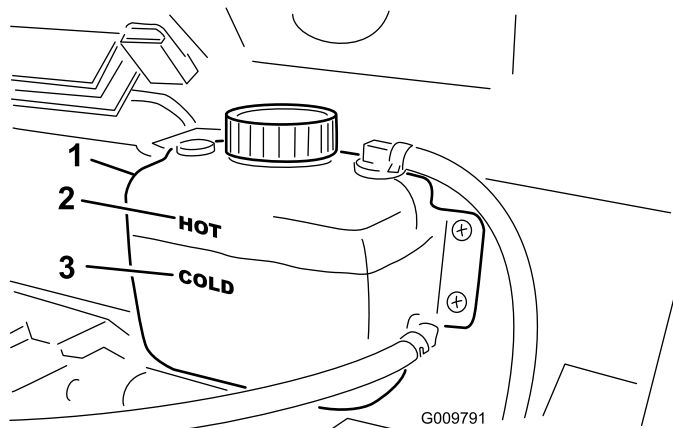

Figura 19
2. Controllate il livello del refrigerante sul lato del serbatoio (Figura 19). Quando il motore è freddo, il refrigerante dovrebbe essere al livello della linea "Cold" (freddo).